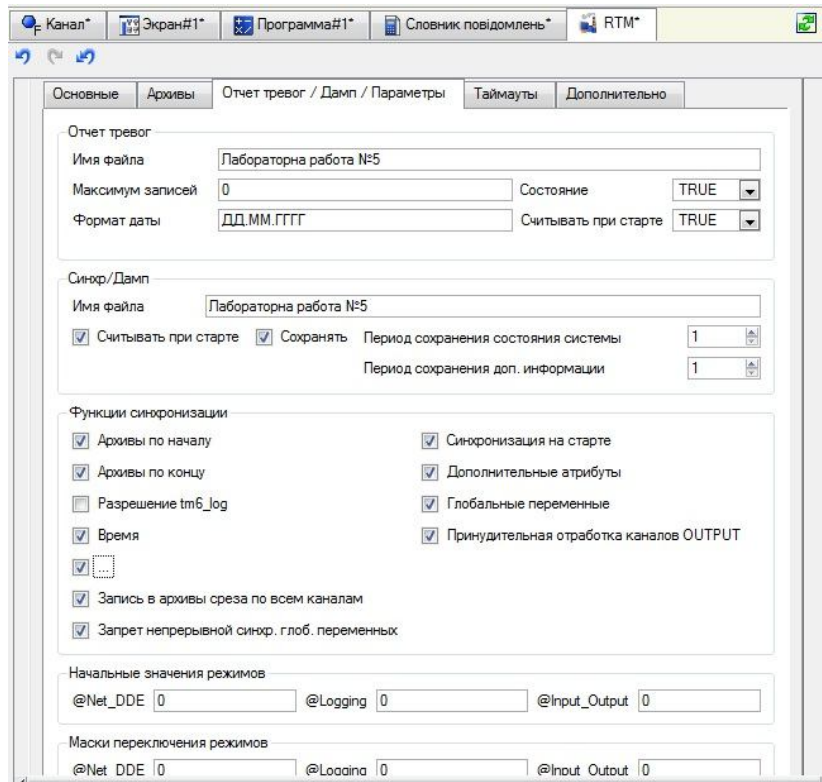
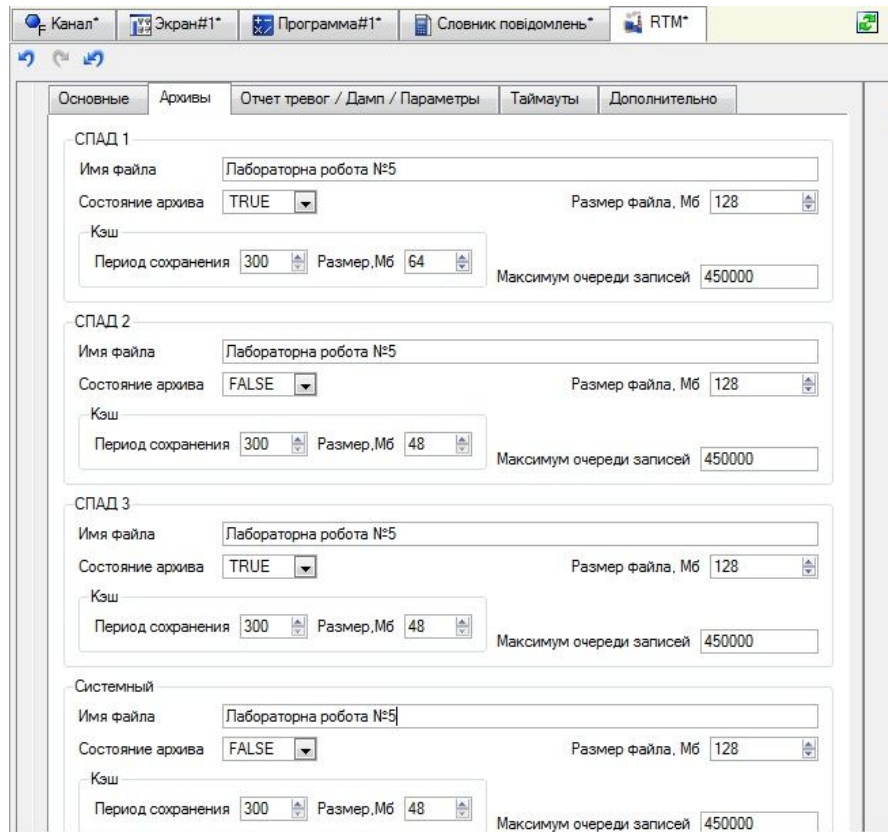

Рис. 5.6 Редагування вузла
Рис. 5.7 Редагування вузла
5. *Редагування вузла.* Виділіть вузол **RTM**. Викличте контекстне меню і виберіть редагувати. Перейдіть на закладку *звіт тривог/дамп/параметри*. Проведіть заповнення полів, як показано на рис. 5.6. Перейдіть на закладку *архіви*. Проведіть заповнення полів, як показано на рис. 5.7.